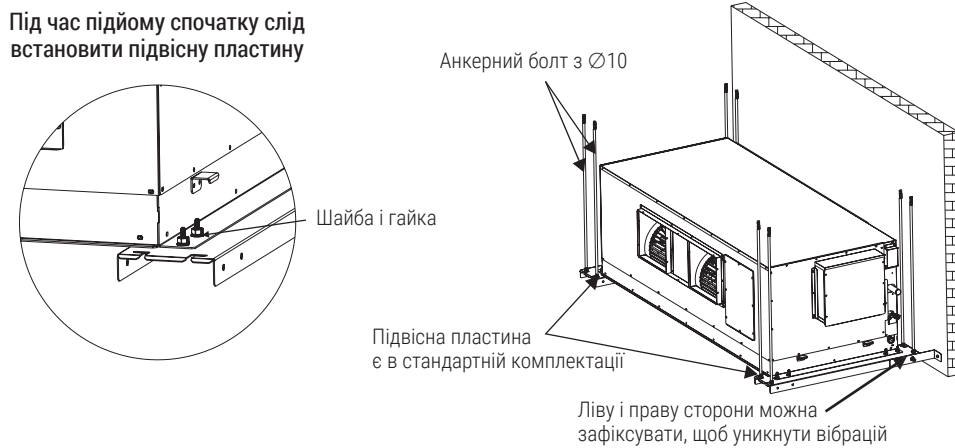

Рис. 3.8
- Для встановлення високонапірного каналного блоку 35,0 кВт ~ 56,0 кВт потрібна підвісна пластина. Підвісна пластина є в стандартній комплектації. (Підвісну пластину слід встановити під час підйому та використовувати вісім анкерних болтів $\varnothing 10$). Див. рисунок 3.8.